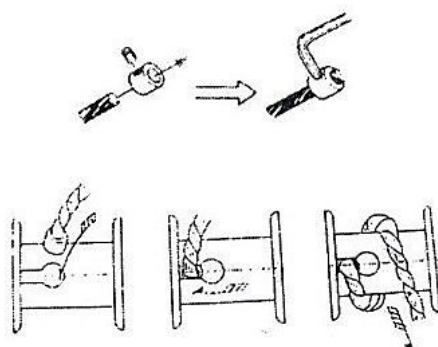

Рис. 4
**Монтаж троса для лебедки 2 – 3 т** (см. рисунок 4) - Вставьте конец троса через муфту до конца на 10 мм, плотно затяните фиксирующий винт с шестигранной головкой. Вставьте муфту троса в отверстие на барабане и наденьте муфту троса на паз.